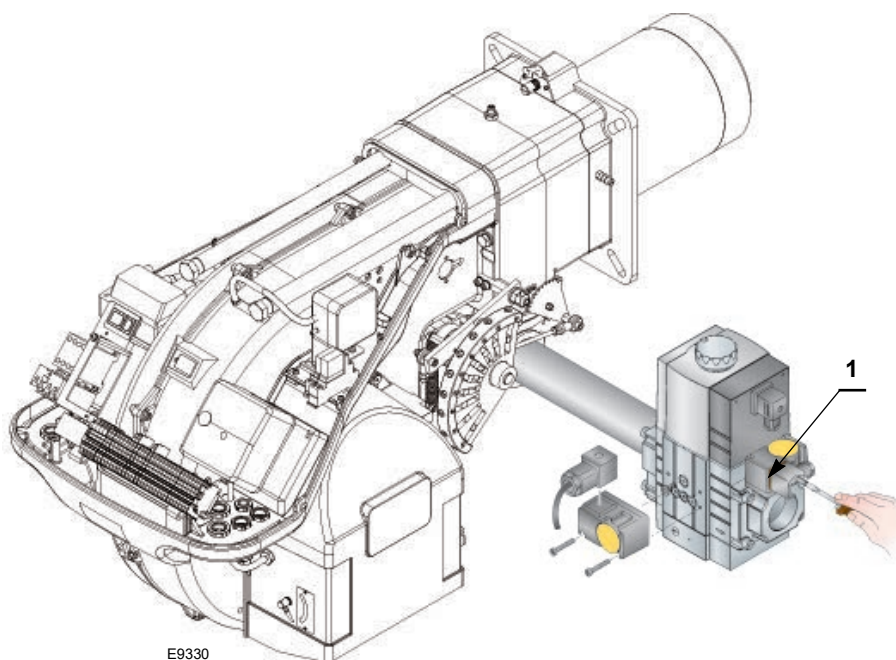

Fig. 23
- Controllare la pressione di alimentazione del gas collegando un manometro sulla presa di pressione 1)(Fig. 23) del pressostato gas di minima: deve essere inferiore alla pressione massima consentita della rampa gas, riportata nella targhetta delle caratteristiche.
- Sfiatare l'aria dalla tubazione della rampa gas, collegando un tubo in plastica sulla presa di pressione 1)(Fig. 23) del pressostato gas di minima. Portare all'esterno dell'edificio il tubo di sfiato, fino ad avvertire l'odore del gas.